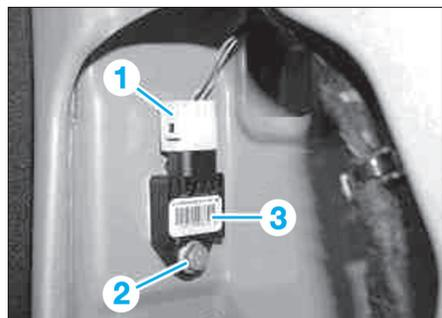

FIG. 11
- Débrancher le connecteur (1) (**Fig.11**).
- Déposer la vis (2).
- Récupérer le capteur d'airbag latéral (3).